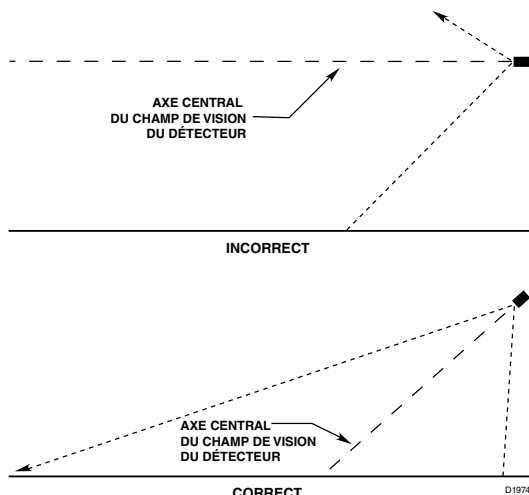

Figure 1—Orientation du Détecteur par rapport à l'Horizontale
- Pour des applications en extérieur, les détecteurs devront être dirigés vers le bas (10 à 20° au minimum sous l'horizontale) pour permettre aux lentilles d'être drainées. Voir Figure 1. **Les détecteurs devront être positionnés de façon à ce que leur champ de vision ne couvre pas d'autres zones en dehors du risque.** Ceci permettra de minimiser le risque de fausses alarmes provoquées par des activités en dehors de la zone nécessitant une protection.
(Voir Figure 1 pour Orientation Correcte du Détecteur)